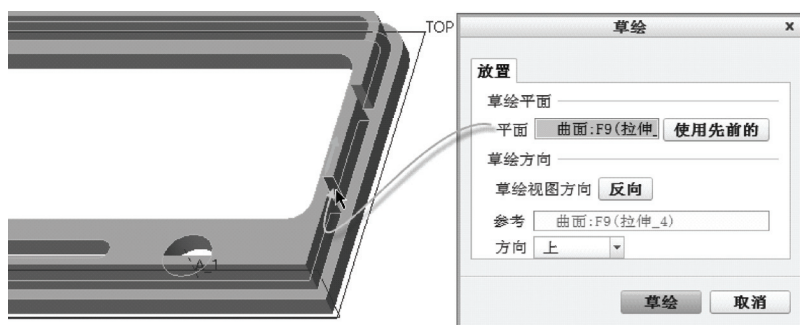

图 12-43 指定草绘平面及草绘方向
- 3) 指定草绘平面及草绘方向, 如图 12-43 所示, 单击“草绘”按钮, 进入草绘模式。